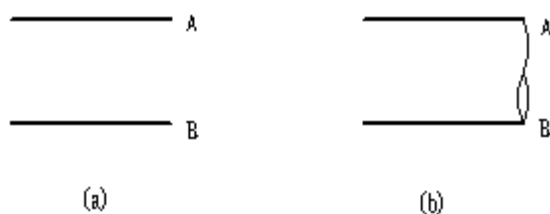

图 4.1-63
可用来完成轴的断面，完成如图 4.1-63所示的断面，步骤如下：
① 单击  按钮；
② 将光标上线到A点，单击左键或按【Enter】键；
③ 将光标上线到B点，单击左键或按【Enter】键，得到如图 4.1-63(b)所示结果。